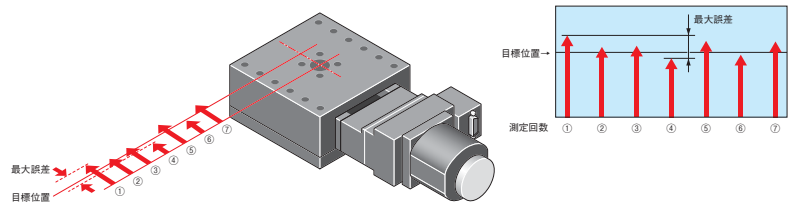

図3-2 繰り返し精度
3.2 繰り返し精度 [JIS B 6191-1993 準拠] [図3-2]